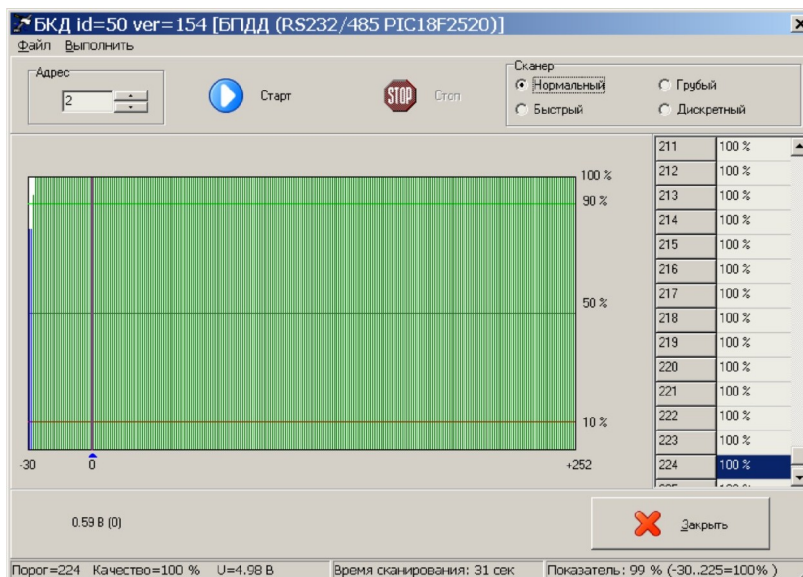

Рисунок 19
- 3) В окне «Поиск» выбрать команду «Сканер». В открывшемся окне установить признак «Нормальный» и ввести команду «Старт» (рисунок 19). Дождаться окончания сканирования. Проверить, что при пороге от «минус 27» до «плюс 255» качество связи 100%.